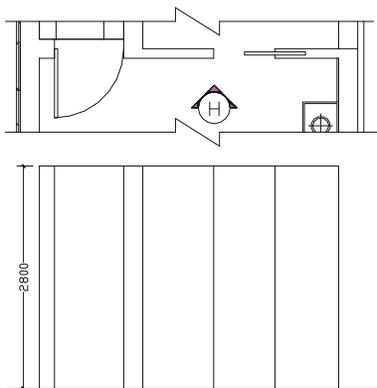

图 8-1-82
**STEP 02** 参照 B 立面图的绘制,使用绘制直线命令 LINE 和偏移命令 OFFSET 绘制出如图 8-1-82 所示的墙面轮廓线。